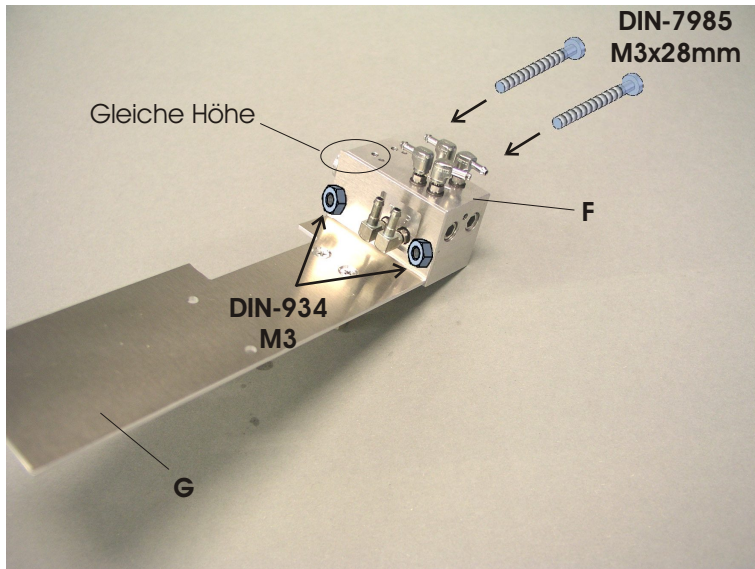

Bild 1
Bitte befestigen Sie das Steuerventil(F) wie im Bild 1 ersichtlich an dem Halblech (G). Benutzen Sie dazu 2x Schrauben DIN-7985 M3x28mm und Muttern. Die obere Kante des Steuerventils sollte mit der Blechkannte abschließen.